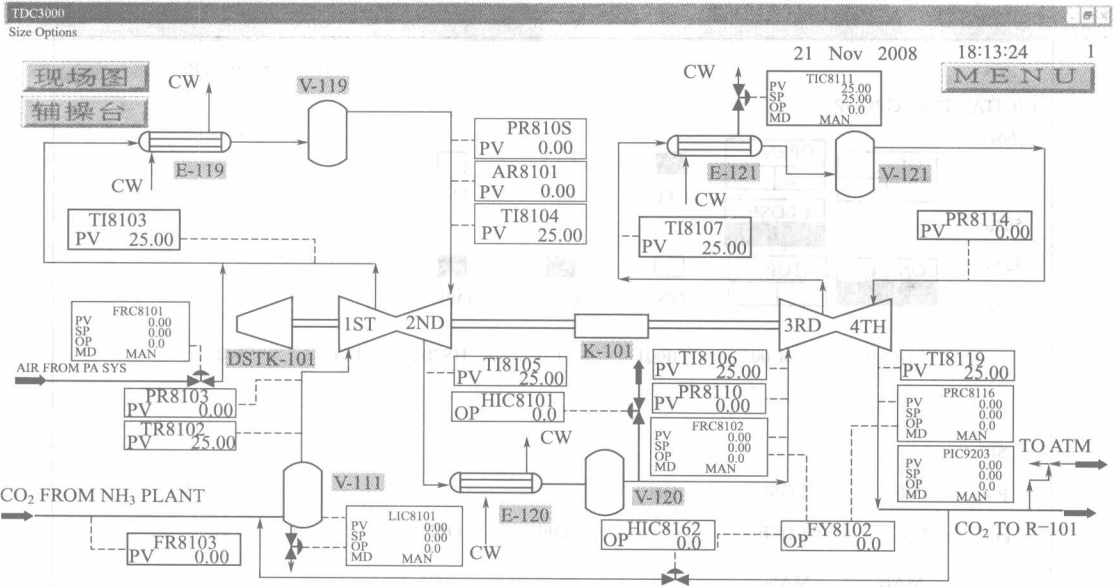

图 1-5 TDC3000 流程图画面
(2) 流程图画面 (见图 1-5) 流程图画面显示生产过程流程图，包括静态的画面显示及点的动态值、棒图及点的报警状态等信息。在此画面中可对各可控点进行操作状态、OP 或 SP 值等的调整和监测。